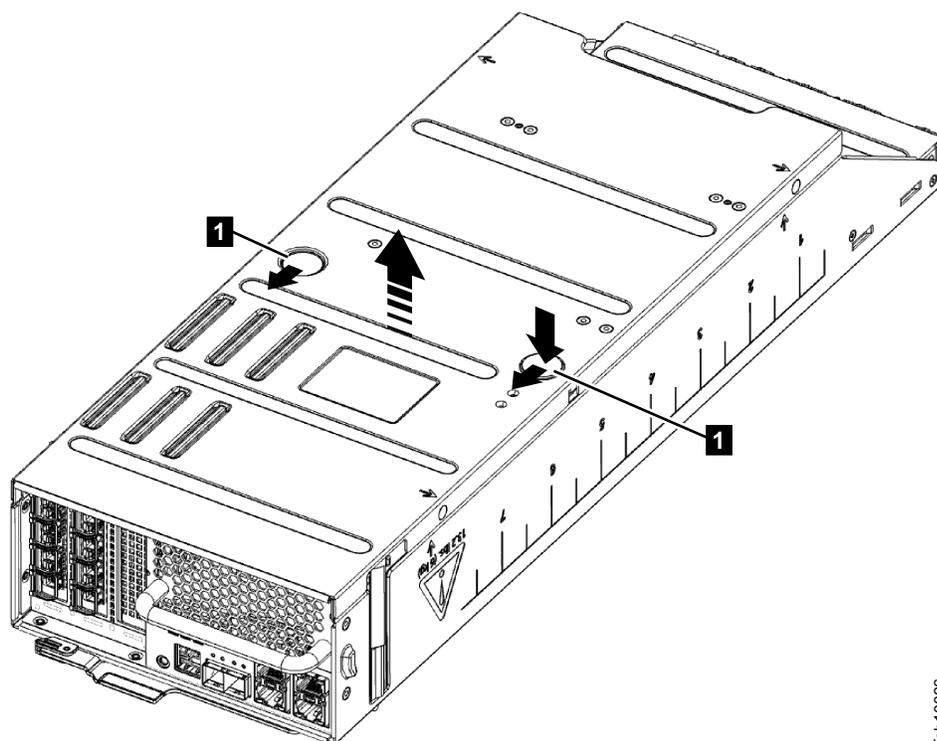

Figura 78. Recolocando a Tampa da Caixa
2. Abra a tampa da caixa pressionando a embutidos, pontos de toque azuis na tampa e deslizando a tampa longe de você, conforme mostrado na Figura 78.